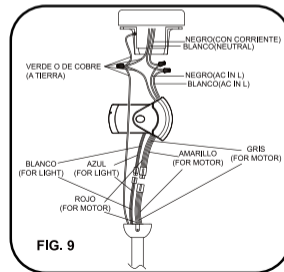

FIG. 9
Paso 2. Conexiones eléctricas de los cables de suministro del receptor a la casa: conecte el cable BLANCO (neutro) de la caja de distribución al cable BLANCO marcado 'AC in N' del receptor. Conecte el cable NEGRO (corriente) de la caja de distribución al cable NEGRO marcado 'AC in L' del receptor. Fije todas las conexiones con las tuercas de plástico incluidas. (Fig. 9)
Paso 3. Si su caja de distribución tiene un cable a TIERRA (verde o cobre pelado) conecte este cable a los cables de Tierra de la esfera de suspensión y el soporte de suspensión. Si su caja de distribución no tiene un cable a tierra, una los cables de la esfera de suspensión y del soporte de suspensión de tierra. Alambre de conexión segura con el conector de cable de plástico suministrada. (Fig. 9)